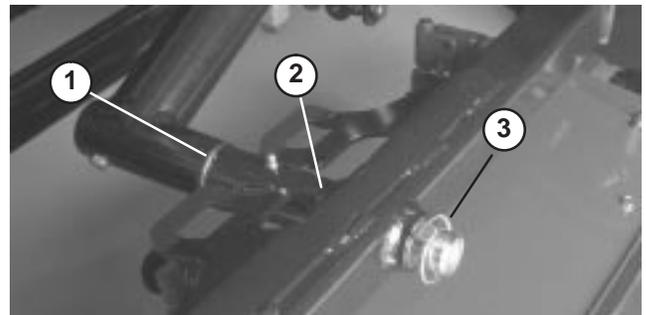

Bild 19
2. Schieben Sie den Trägerrahmen des Mähwerks auf die Gelenkstange und befestigen Sie sie mit einem Klappstecker (Bild 19).